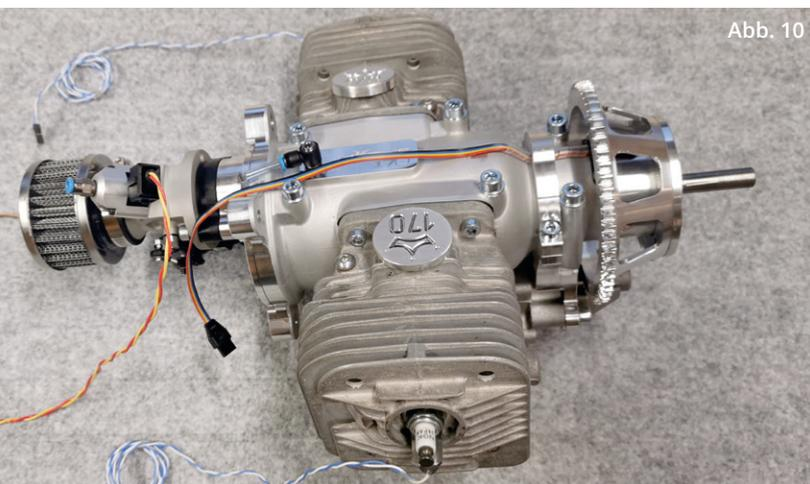

Abb. 10
– bekannt von falconhobby.eu – erfolgreich am Koenig 170 adaptiert (Abb. 10).